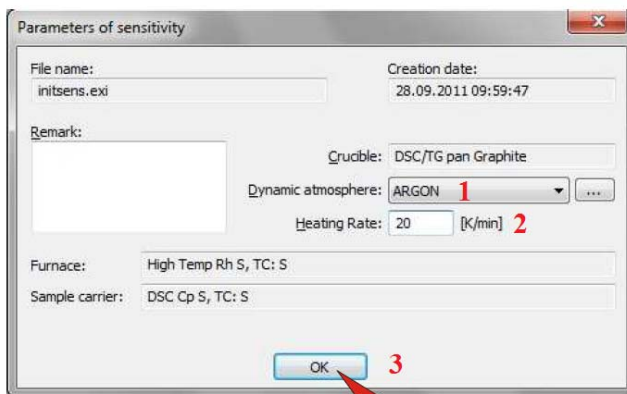

Figure 27 : Parameters of sensitivity
La fenêtre « Parameters of sensitivity » s'ouvre (Figure 27). Définir le gaz (1) et la rampe (2) qui ont été utilisés pour réaliser les mesures de calibration, puis cliquer sur OK (3) pour continuer.